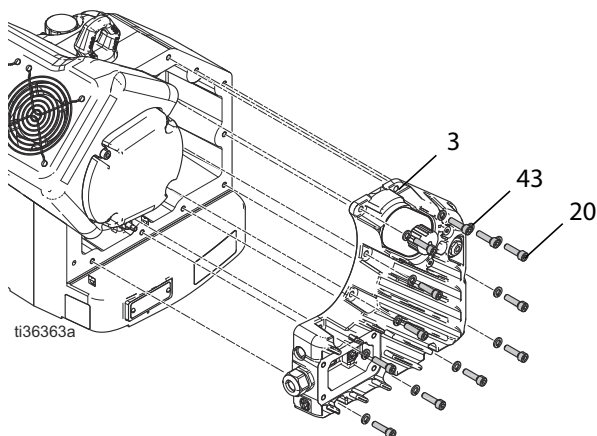

Рис. 17: Демонтаж крышки электронного блока
2. Установите крышку (3) электронного блока, 12 шайб (4), 12 винтов (24) и затяните с усилием 20–27 Н•м (15–20 футо-фунтов). См.Рис. 17, стр. 16.
3. Извлеките 12 винтов (24) с шайбами из крышки (3) электронного блока. См. раздел Рис. 17, стр. 16.